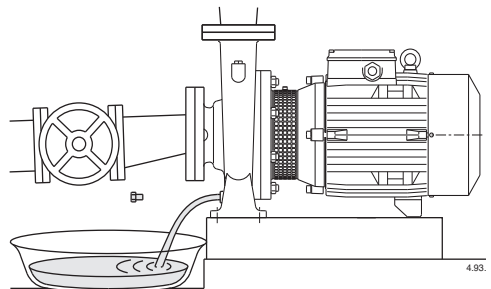

Fig. 4 Auffüllung.
**!** **Wird die Pumpe nicht eingesetzt, so muß sie bei Frostgefahr vollständig entleert werden (Abb. 4).**